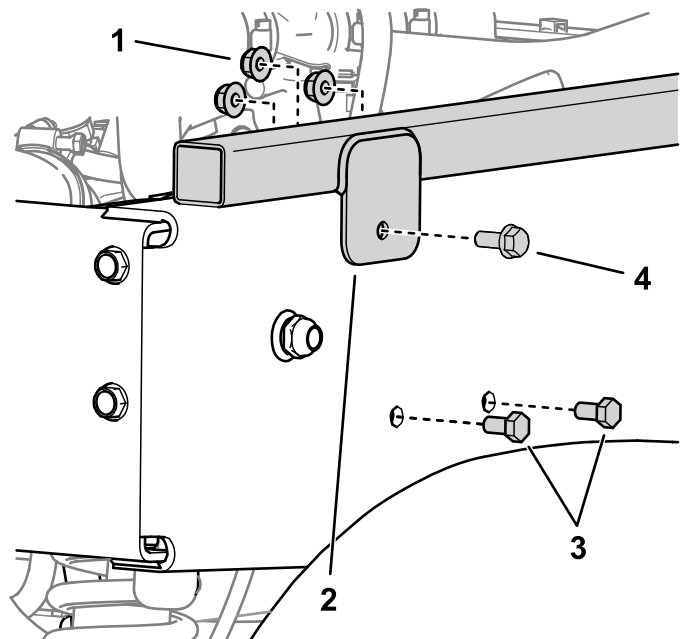

Bild 12
- Entfernen Sie an der rechten Seite der Maschine die Halterung der Stromspule und bewegen Sie sie aus dem Bohrfad (Bild 12).
- Verwenden Sie die Befestigungsnase an der Seite des Ladepritschendistanzstücks als Vorlage und bohren Sie ein Loch im Ladepritschenrahmen; befestigen Sie den Rahmen mit einer kurzen Schraube und Mutter (Bild 12).